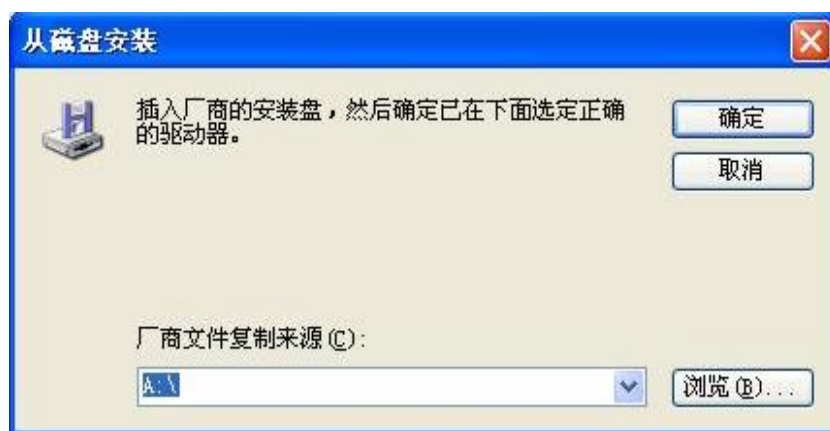
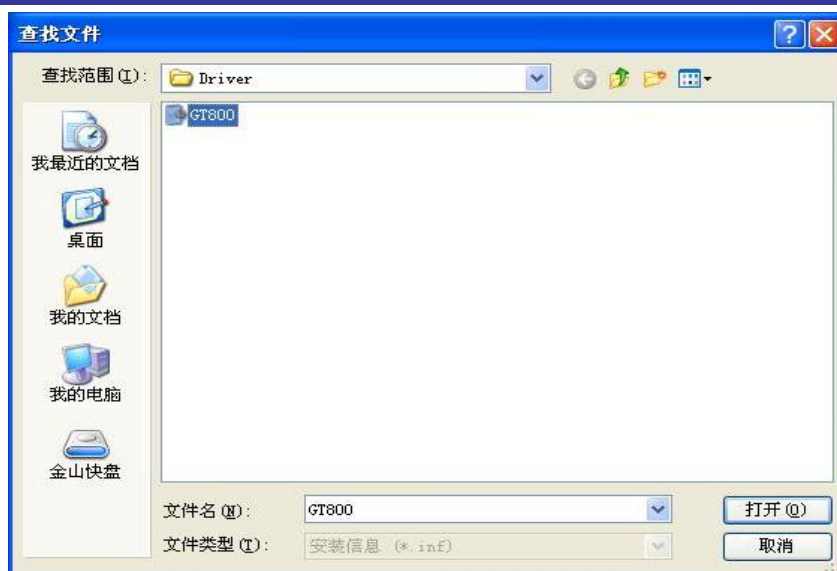

图 2-5 运动控制卡驱动程序安装界面 5
图 2-6 运动控制卡驱动程序安装界面 6
(6) 如图 2-5 所示点击“浏览(B)...”，选择驱动所在的路径 D:\driver，如图 2-6 所示。